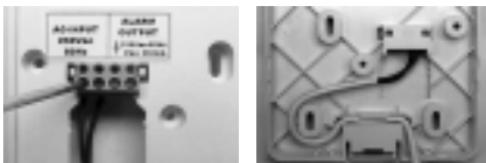

Abbildung 4:
Der Detektor muss direkt und dauerhaft an eine 230 V-Stromversorgung angeschlossen werden, wobei das Netzkabel an der Anschlussklemme an der Halterung an den beiden Polen auf der linken Seite des Anschlusses zu befestigen ist, die mit der Bezeichnung "AC-INPUT 230V" (siehe Abbildung 4) gekennzeichnet sind. Die beiden anderen Pole, die mit "ALARM OUTPUT" gekennzeichnet sind, dienen zum Anschluss eines 230 V-Sicherheitsventils.
- 1.- Verbinden Sie das mitgelieferte Stromkabel mit der Anschlussklemme (siehe Abbildung 4).